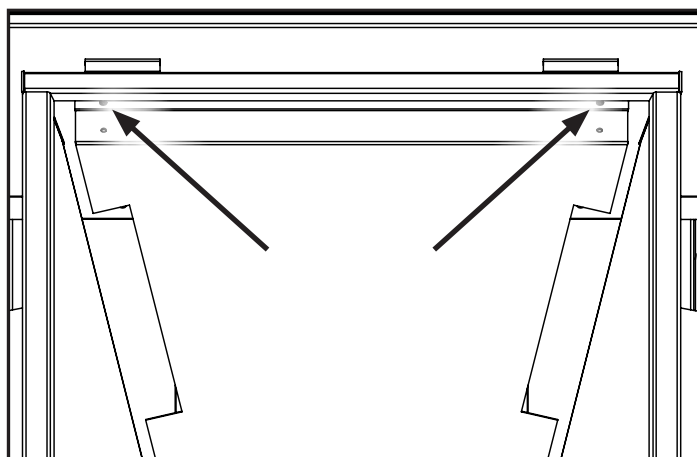

Figure 43. Baffle Screws.
- 2 Retirez le panneau de porcelaine haut en le dévissant de la chicane, tel qu'illustré à la figure 43 à l'aide d'un tournevis T20.